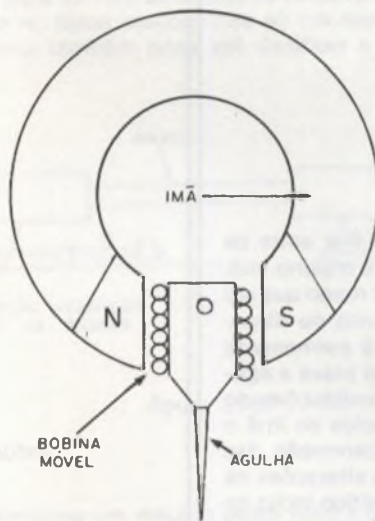

figura 314
a) fonocaptor de bobina móvel — Na figura 314 temos um fonocaptor deste tipo cujo princípio de funcionamento é o mesmo dos alto-falantes comuns que, conforme já estudamos podem também funcionar como microfones. Como as cápsulas fonográficas funcionam de maneira aproximada a um microfone, entende-se como este dispositivo pode funcionar.